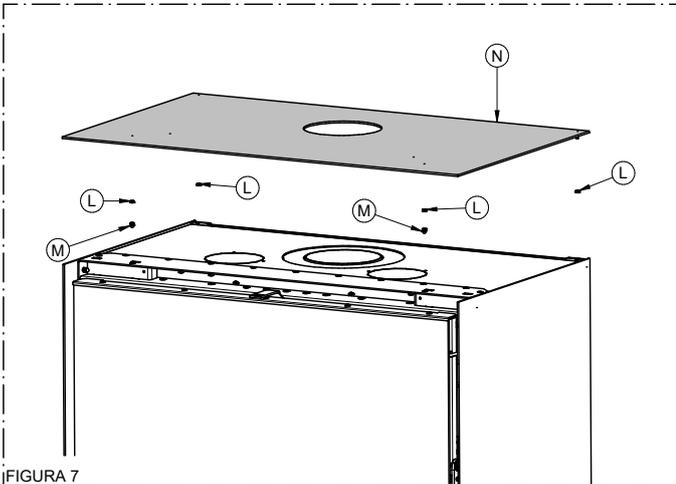

FIGURA 7
- 7) Utilizzando la vite (I) creare 6 filetti M4 dove indicato nella figura 7.